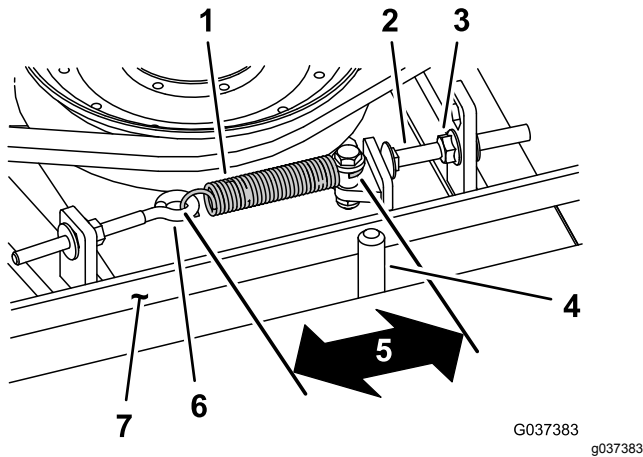

Figure 77
Lorsque le ressort d'extension est correctement tendu, l'intérieur doit mesurer (d'un crochet à l'autre) entre 8,3 et 9,5 cm. Lorsque le ressort est correctement tendu, ajustez le boulon de butée (boulon de carrosserie) jusqu'à obtention d'un jeu d'environ 2 à 5 mm entre la tête du boulon et le bras de tension (Figure 77).
Remarque: La courroie doit être placée du côté ressort du guide (Figure 77).
2. Desserrez le boulon à œil pour pouvoir enlever le ressort d'extension (Figure 77).
3. Desserrez l'écrou à embase qui fixe le boulon de butée à la patte de montage, et écartez la poulie de tension de la courroie pour détendre cette dernière (Figure 77).
9. Raccrochez le ressort d'extension (Figure 77) au boulon à œil et tendez la courroie comme suit :